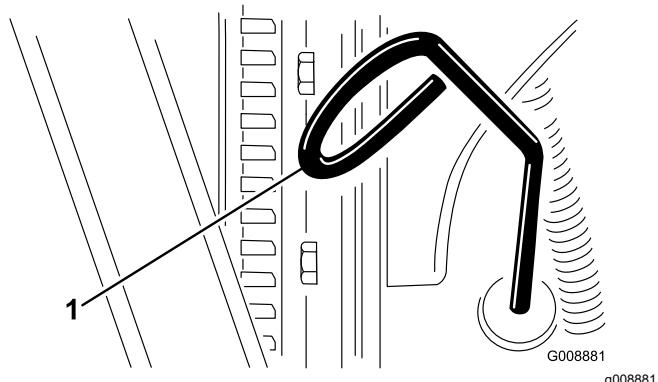

Рисунок 66
- Выньте масломерный щуп (Рисунок 66) и протрите его чистой ветошью.